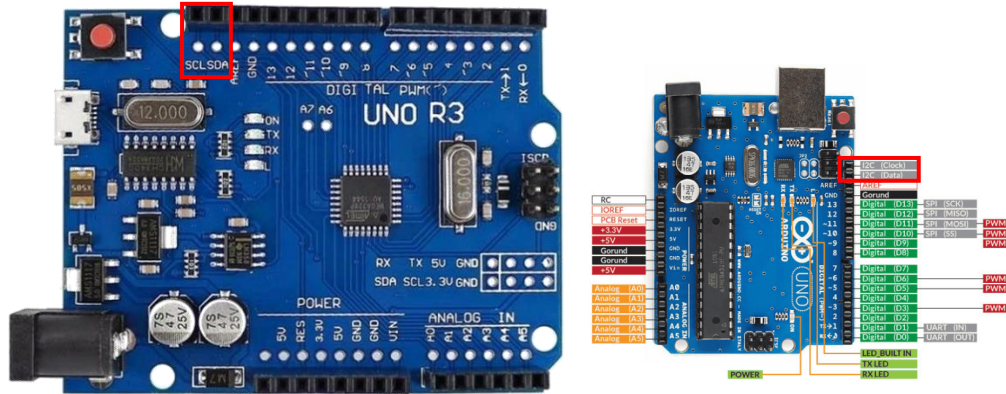
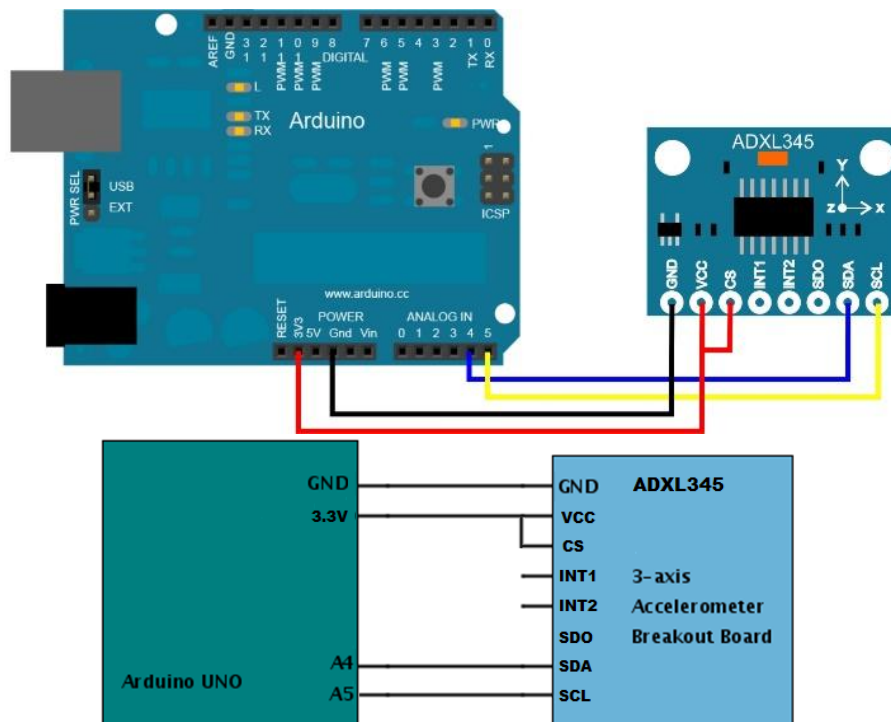
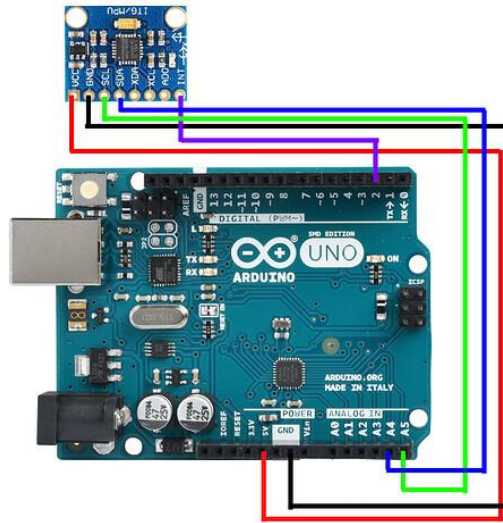
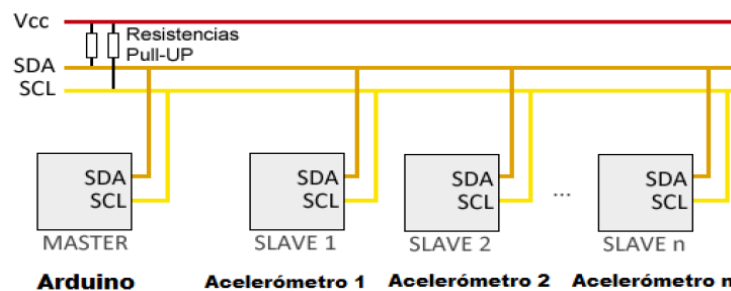

Figura 4.9. Localización de los pines SDA y SCL en el Arduino uno.
Figura 4.10. Diagrama de conexiones de la placa Arduino al Acelerómetro ADXL345
Figura 4.11. Diagrama de conexiones de la placa Arduino al Acelerómetro MPU6050
Figura 4.12. Diagrama de conexiones de la placa Arduino trabajando como maestro y varios acelerómetros operando como esclavos en una comunicación I2C
2. Realice el montaje de la Figura 4.10 o Figura 4.11 según sea el caso. En caso de trabajar con el **ADXL345**, conecte los terminales Vcc, GND y CS del acelerómetro a la placa Arduino tal y como se indica en la Figura 4.9. Con el pin CS conectado a Vcc, el dispositivo quedará habilitado y funcionará como esclavo (ver Figura 4.12). Tenga en cuenta que la alimentación será de 3.3V. Arduino dispone de soporte I2C por hardware vinculado físicamente a los pines A4 y A5 para el UNO y los pines 20 y 21 en el MEGA para las señales SDA y SCL respectivamente. Verifique si el pin SDO se encuentra conectado a GND, si es así, la dirección del acelerómetro será